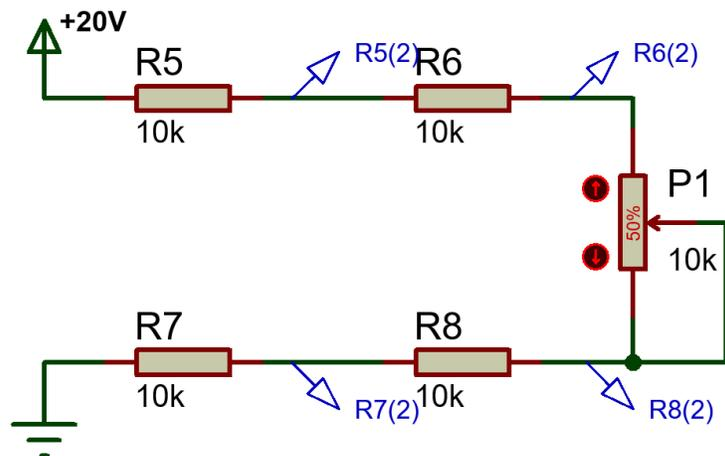
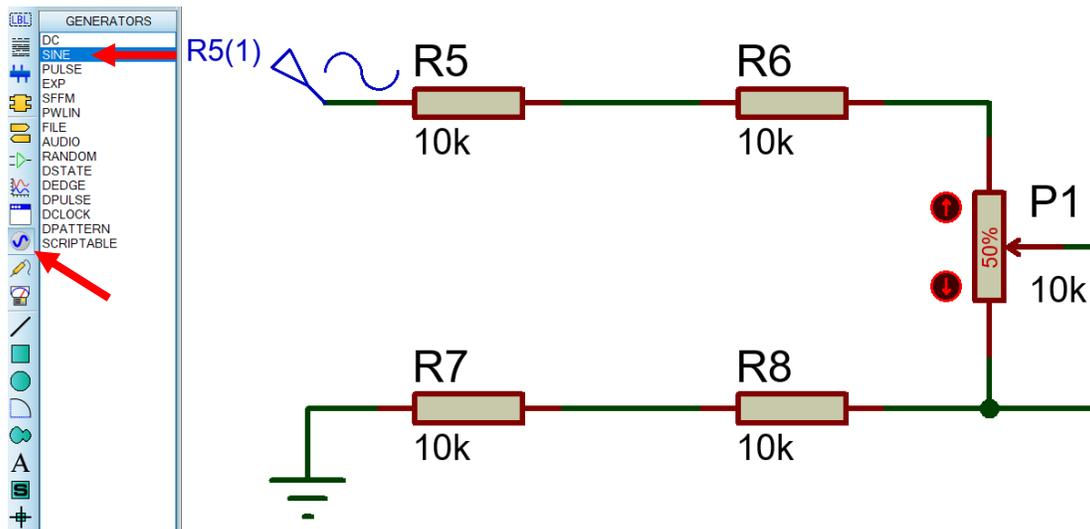

Figura 1.8. Circuito Serie.
Figura 1.9. Circuito modificado.
- Arme un nuevo circuito como el mostrado en la figura 1.8 y realice la simulación para obtener los voltajes que se piden en la tabla 1.1 para los valores de resistencia del potenciómetro. El elemento del potenciómetro lo puede buscar en el menú de dispositivos, botón "P" con el nombre de POT-HG. Si desea girar las sondas de prueba puede hacer uso de las herramientas que están justo arriba de las herramientas de simulación.
- Ajuste el valor del potenciómetro en su ventana de propiedades a  $10k\Omega$  y, durante la simulación, es posible cambiar el valor resistivo del potenciómetro empleando las flechas rojas que tiene a un lado, en el caso de la figura 1.8 indica que esta al 50%, eso quiere decir que tiene un valor de resistencia de  $5k\Omega$  en ese momento.
- Modifique el circuito de la figura 1.8, eliminando las sondas de voltaje de CD y sustituyendo la entrada de Voltaje de CD (**Power**) por una fuente de señal Senoidal del botón "Generator Mode" eligiendo la opción llamada **SINE**, como se muestra en la figura 1.9.